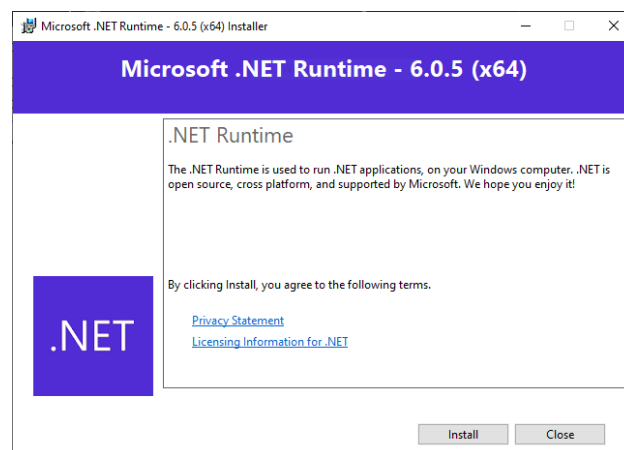
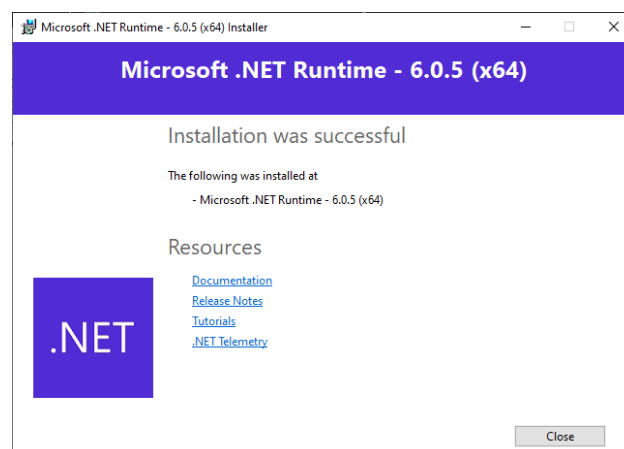

Figure 13: Finestra di installazione del runtime .NET.
Figure 14: Finestra di installazione del runtime .NET andata a buon fine.
6. (Facoltativo) Se è necessario installare il runtime .NET, fare clic su *Install* nella finestra di installazione del runtime .NET (Fig.13). Se l'installazione è andata a buon fine, apparirà la finestra mostrata nella Fig.14.